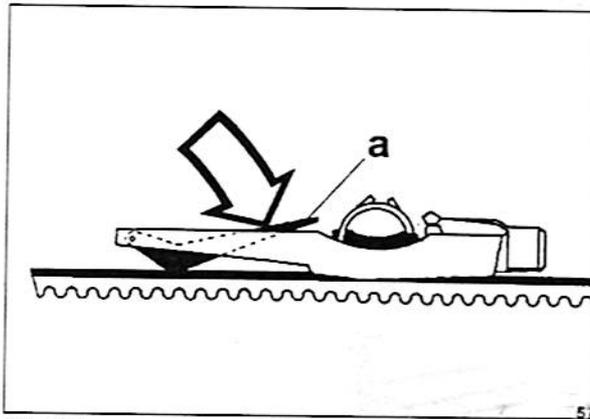

Fig. 160
- Presionar el brazo de indicación del dispositivo de comprobación a (Fig. 160) dentro de la hendidura de la escala de medición.